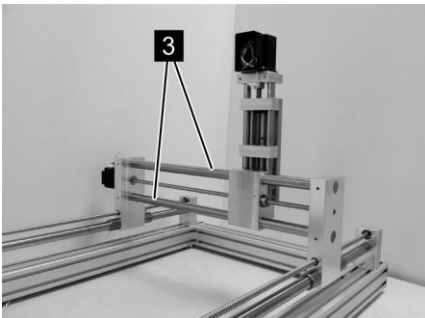

Abb. 27: Linearführung der Y-Achse
5. Zwei Linearführungen der Y-Achse (Abb. 27/3) mit einem fusselfreien und mit Leichtlauföl benetzten Lappen einölen.